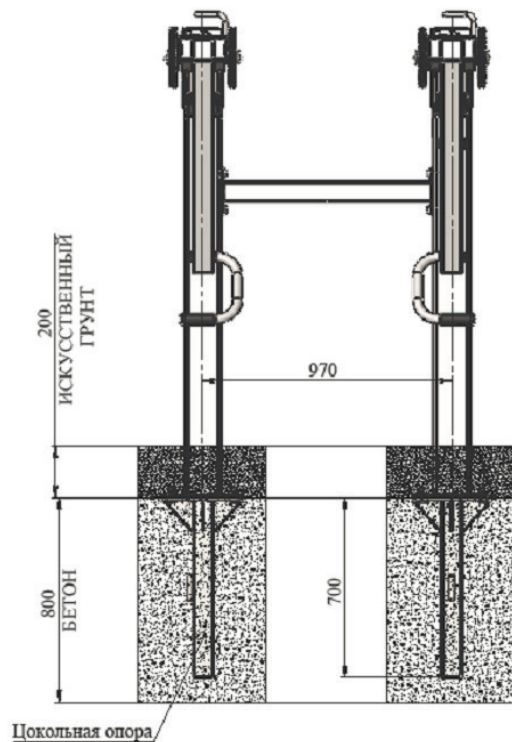

Рис.2
- верх фундамента должен располагаться на глубине не менее чем на 200 мм от поверхности покрытия площадки, как это изображено на рисунке рис.2;